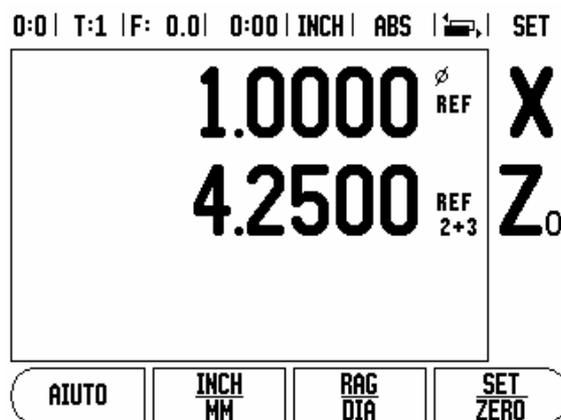

Fig. II.4 Attivazione funzione Somma asse Z
- ▶ Premere il tasto numerico associato all'ingresso del sistema di misura sul retro dell'unità. Premere il softkey **+** o **-** per sommare un secondo ingresso al primo. I numeri degli ingressi sono visualizzati accanto alla denominazione dell'asse che indica che la posizione è una posizione sommata (ad es. "2 + 3"). Vedere Fig. II.4.
Premere e tenere premuto il tasto Z0 per circa 2 secondi per sommare gli assi Z0 e Z e visualizzare il risultato sul visualizzatore Z0. La somma delle posizioni Z è indicata sul visualizzatore Z0 e il visualizzatore Z si oscura. Vedere Fig. II.4.